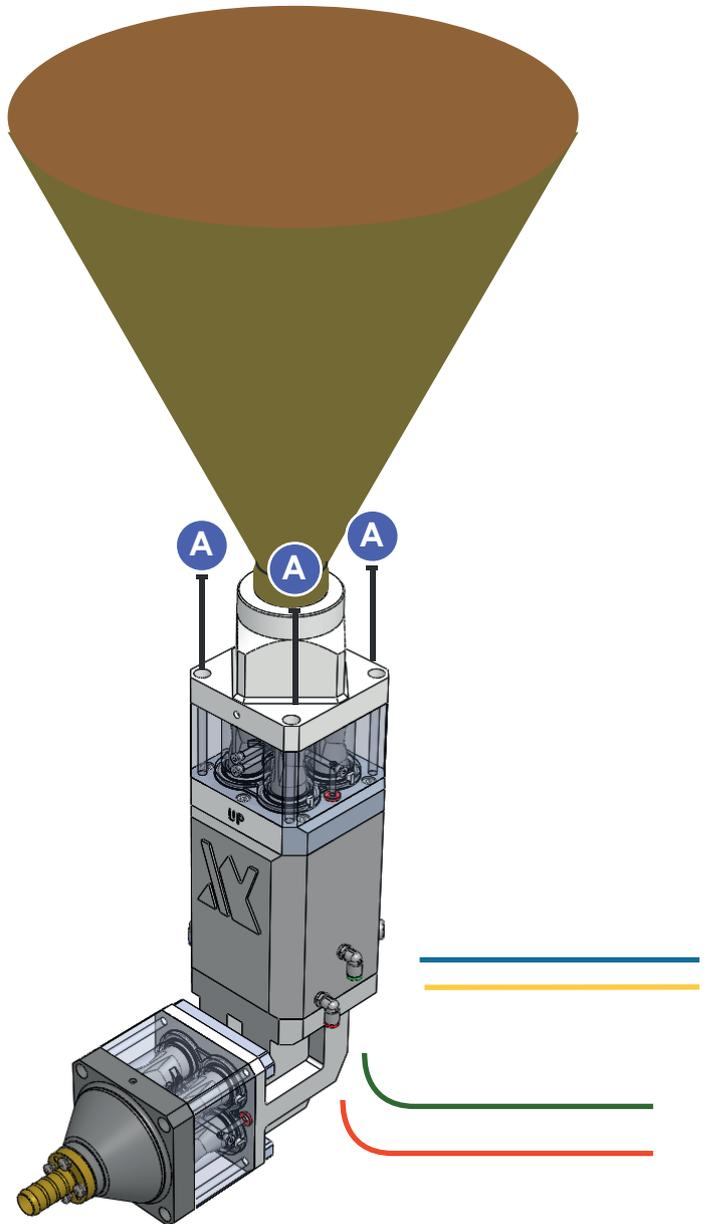

Abbildung 10
5. Siehe Abbildung 10. Entfernen Sie die Rohre. Befestigen der Pumpenbaugruppe an der Basis.